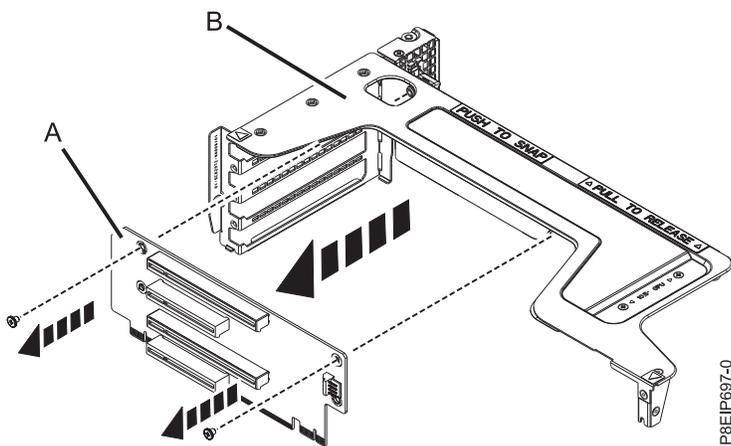

Figura 47. Removendo a placa riser das posições 5, 6, 7 e 8
- h. Se a placa riser para as posições 5, 6, 7 e 8 precisar de substituição, remova-a do suporte do riser. Remova os dois parafusos que prendem a placa riser ao suporte do riser conforme mostrado na Figura 47 na página 42.